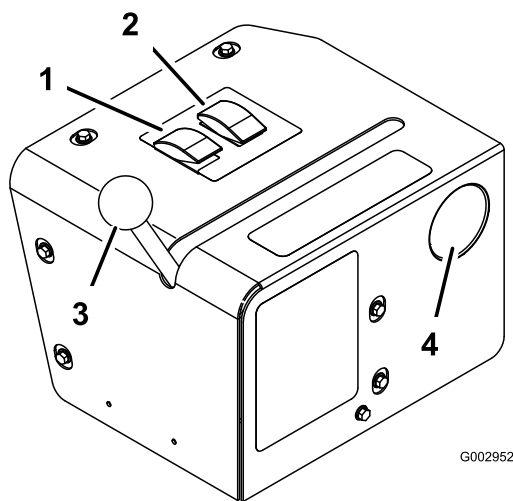

Figura 58
5. Impostate il selettore dello sprayer in posizione sprayer manuale (Figura 58).
6. Spostate in avanti la leva di comando della valvola, in posizione sprayer manuale (Figura 58).
7. Regolate l'interruttore di comando del volume e l'acceleratore per aumentare o ridurre la pressione, come riporta l'indicatore della pressione, al valore desiderato (Figura 58).